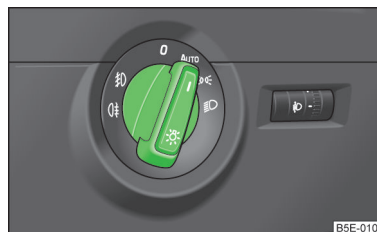

Fig. 27
➤ Rotiți comutatorul de lumini în poziția **0**, respectiv **AUTO** » fig. 27 la pagina 47.
➤ Rotiți comutatorul de lumini în poziția **AUTO** » fig. 27.
► Rotiți comutatorul de lumini în poziția 0, ⇨ sau ⇨ ⇨ » fig. 27.
► Rotiți comutatorul de lumini în poziția **AUTO** » fig. 27 la pagina 47.
► Rotiți comutatorul de lumini în poziția 0, ⇨ sau ⇨ ⇨ » fig. 27 la pagina 47.
- Rotiți comutatorul de lumini în poziția **AUTO** » fig. 27 la pagina 47.